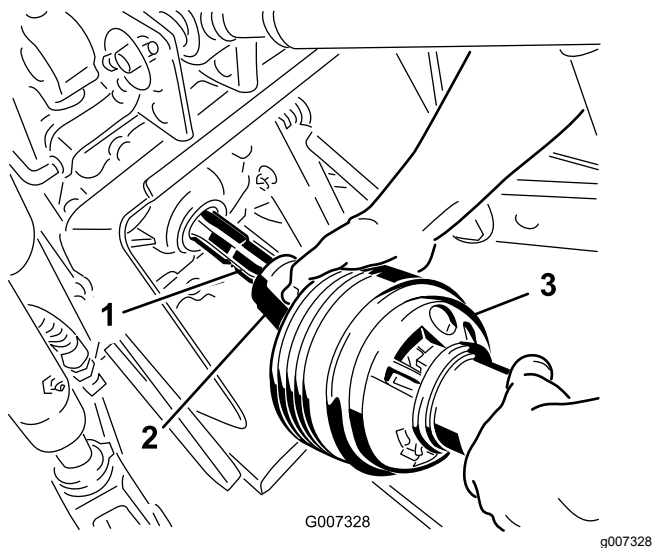

Figura 24
3. Ligue o eixo da tomada de força ao veio da tomada de força da unidade de tração (Figura 24).